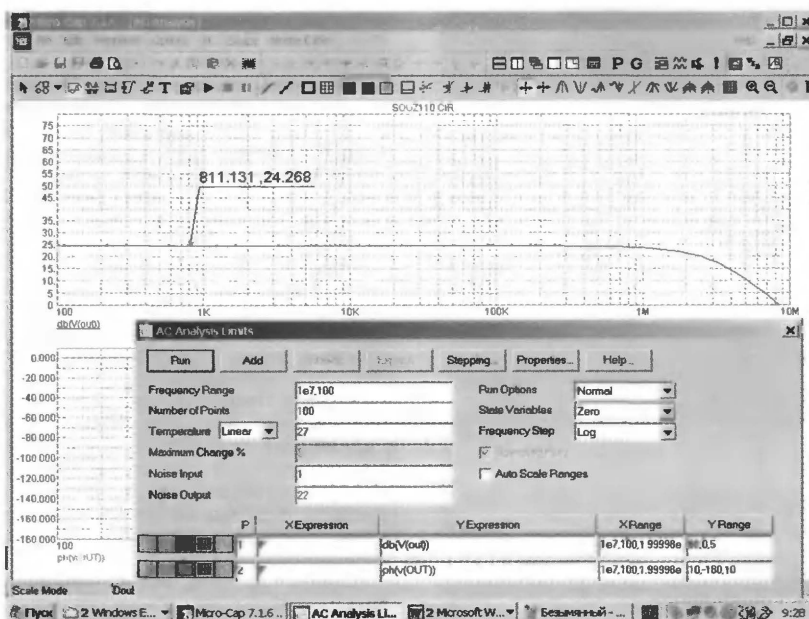
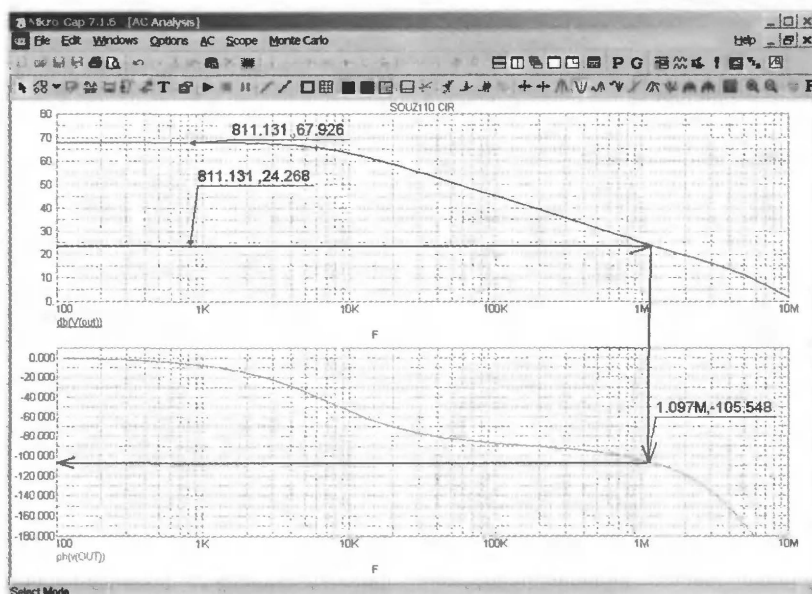

Рис. 4
Рис. 5
**Окно анализа усилительных свойств каскадов по переменному току — AC Analysis.** В этом режиме (окно показано на рис. 4) проводим анализ АФЧХ петлевого усиления, измеряем глубину ООС. Далее смотрим АФЧХ без общей ООС; для этого надо исключить общую ООС по переменному току, оставив ее по постоянному. Для этого между базой транзистора Q8 и общим проводом достаточно установить конденсатор большой емкости, например 1 Ф. Смотрим графики — они показаны на рис. 5.